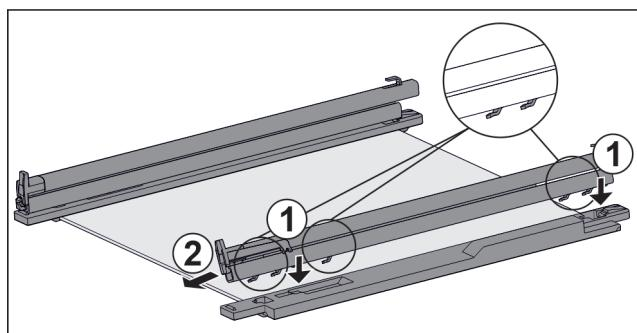

Fig. 154 Sklenená doska s koľajničkami a prídržnými dielmi
- Nasadte háky koľajničky na otvory **ľavého** prídržného dielu. Fig. 154 (1)
- Potiahnite koľajničku dopredu. Fig. 154 (2)
- Nasadte háky koľajničky na otvory **pravého** prídržného dielu. Fig. 154 (1)